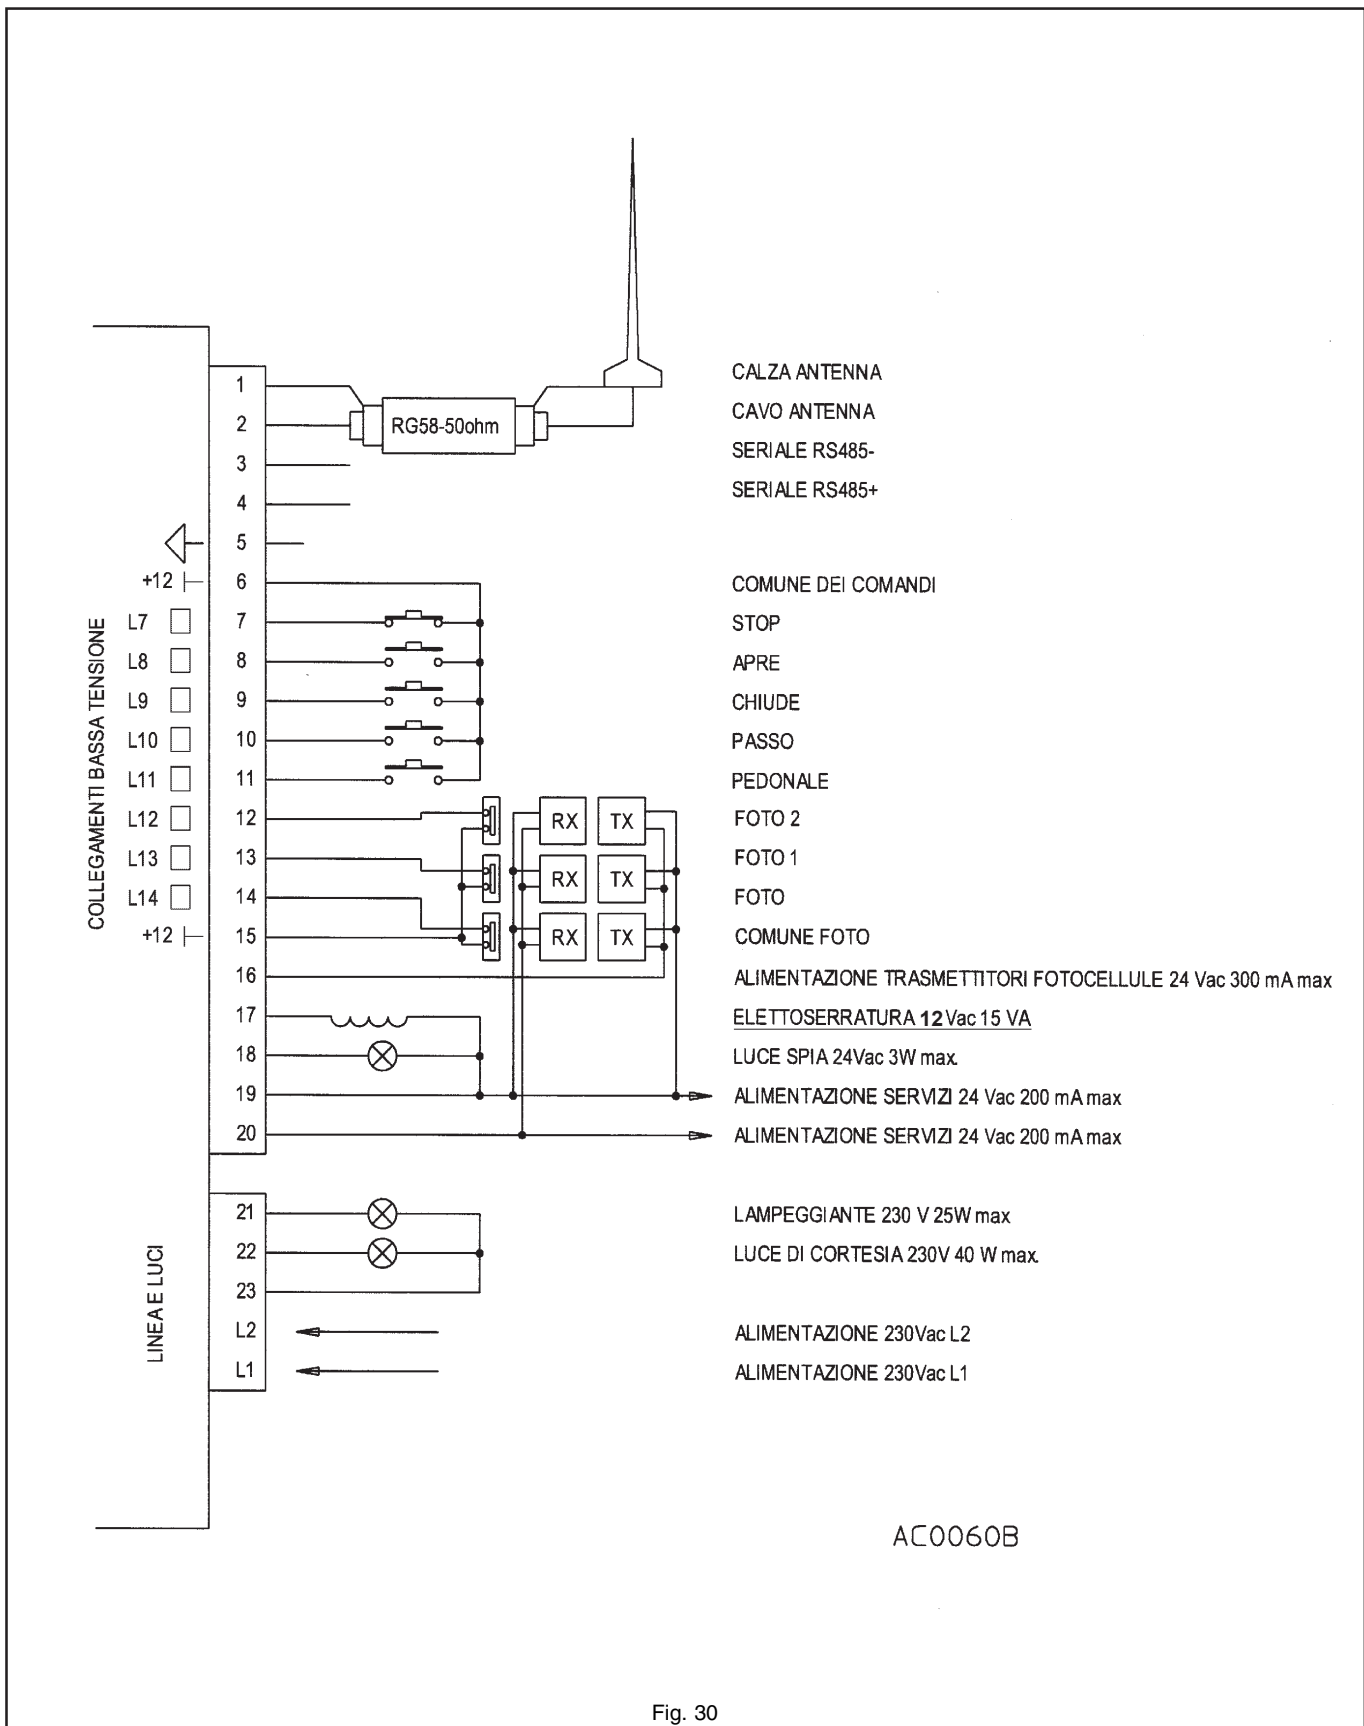

Fig. 30
**Tab. 5: morsettiera dispositivi vari – fig. 30 e 32**